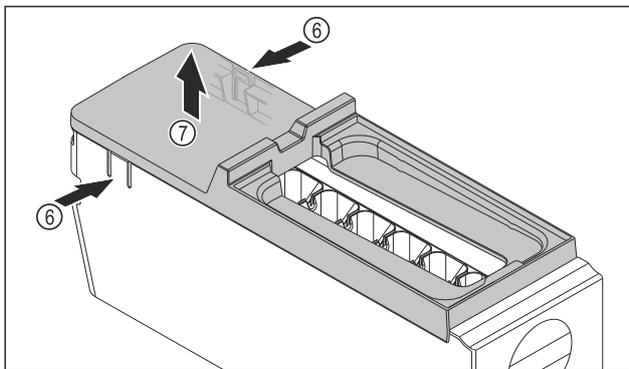

Fig. 132
- ▶ Abdeckung des EasyTwist-Ice-Korpus entnehmen: Laschen Fig. 132 (6) an den beiden Seiten des EasyTwist-Ice-Korpus mit einer Hand drücken.
- ▶ Abdeckung Fig. 132 (7) mit der anderen Hand nach oben entnehmen.